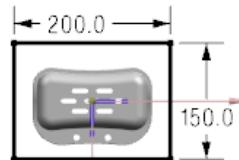

图 1.22 截面草图
Step3. 绘制草图（显示坐标系）。绘制如图 1.22 所示的截面草图；单击 **完成草图** 按钮，退出草图环境。